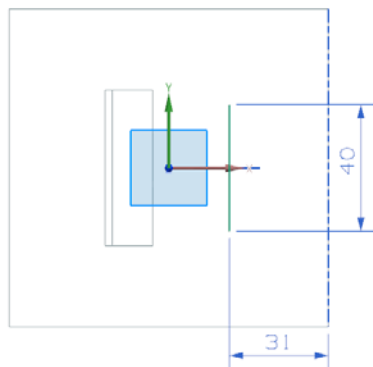

图 4-43 成形端百叶窗特征轮廓线草图
(2) 绘制成形端百叶窗特征轮廓草图, 如图 4-43 所示。单击“完成”图标, 草图绘制完毕。